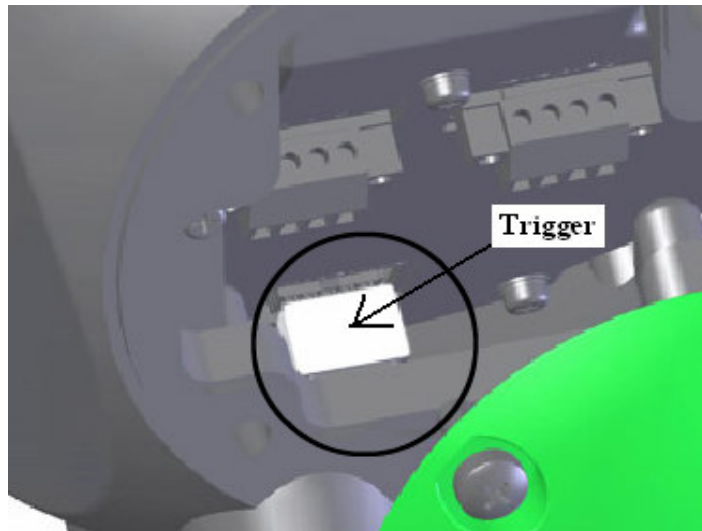

Figura 14, conector blanco
4. Retire con cuidado la tarjeta electrónica 2 cm del cabezal del medidor y desenchufe el conector blanco, en la parte posterior de la tarjeta electrónica, del lado posterior del cabezal del medidor (este cable conecta la tarjeta electrónica con los transductores y el termistor). Para liberar el conector blanco, empuje y tire con cuidado del gatillo en el conector blanco (ver *Figura 14, conector blanco*)